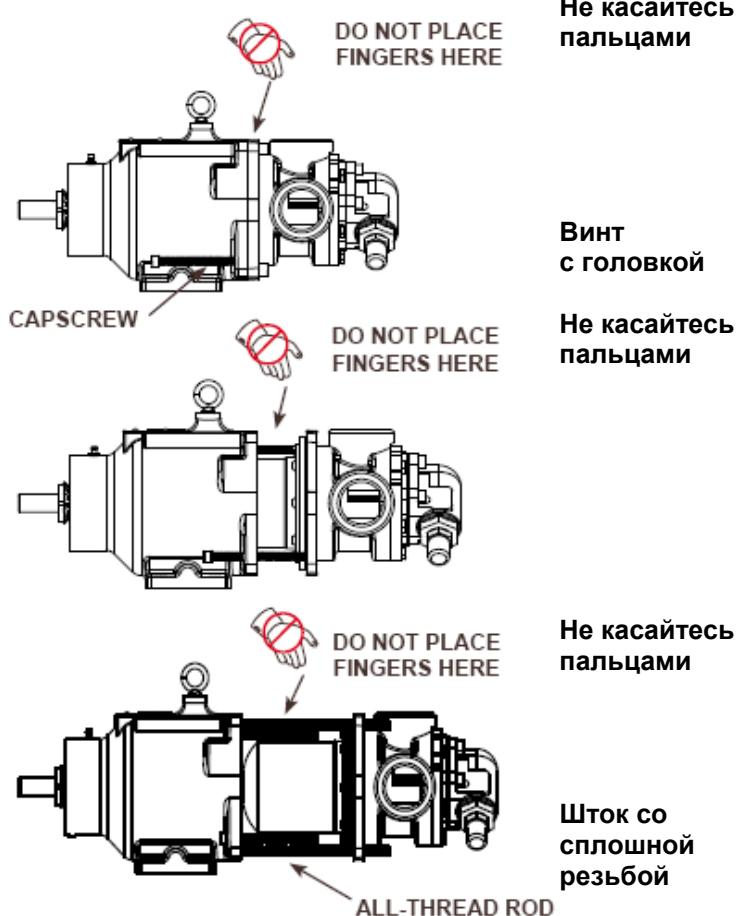

Рис. 7 Последовательность разборки насоса
3. Перед разборкой пометьте крышку (40) и корпус (31), чтобы в последующем произвести правильную сборку.
4. Для проверки узел крышки и штифта (39 и 40), а также узла промежуточной шестерни и втулки (37 и 38), удалите болты с головкой (43), крепящие крышку.
5. Снимите крышку насоса. Если перед началом демонтажа насоса из него не был произведен слив жидкости, как указано в п. 1, то жидкость может вытекать из образовавшегося зазора между крышкой и корпусом. Не допускайте соскальзывания промежуточной шестерни с его штифта, для чего при снятии крышки отклоните верх насоса назад. Не допускайте повреждения комплекта регулировочных прокладок крышки (63), т.к. все они необходимы для обеспечения требуемого торцевого зазора.
7. Удалите четыре болта с головкой (28), крепящих насос к станине, при необходимости поддерживая насос при помощи подвесной лебедки.
8. Используя зажимные винты (14), отсоедините внутренний магнит (57) от внешнего магнита (58), как показано на Рис. 7. Чтобы правильно поддерживать узлы станины и блок подшипников на одном уровне, а также в целях безопасности, рекомендуется воспользоваться двумя длинными стержнями со сплошной резьбой (размером 6-8" = ~15-20 см.), введя их в противоположные резьбовые отверстия под болты в станине и пропустив сквозь соответствующие отверстия в корпусе подшипников.
9. Осмотрите внешние магниты с торца кронштейна. Если требуется снять кронштейн, то отделите его от двигателя, сняв стопорную гайку (1), стопорную шайбу (2) и втулку внешней прокладки подшипника (4) с вала. Снимите узел внешнего магнита с кронштейна. Проверьте узел магнита на предмет повреждения или износа и, при необходимости, замените его. Если требуется дальнейшая разборка блока подшипников, см. ниже Раздел «Разборка и сборка блока подшипников».